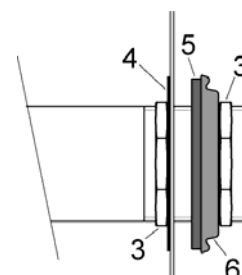

Fig. 3: montaggio tenuta
4. Avvitare il controdado fino a portare la rondella piana a contatto con la parte interna del pannello laterale dell'armadio (vedi fig.3).
5. Inserire sulla parte del filetto esterna all'armadio la guarnizione (5), la rondella stampata (6) e serrarle contro il pannello laterale mediante il controdado (3).